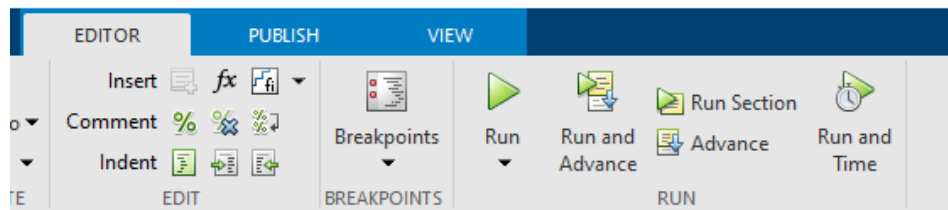

Figura 5.26: Botón de ejecución para la prueba del *script* en el sistema iDAQ.
4. Una vez listo el programa, dar click en *EDITOR>Run* (figura 5.26).